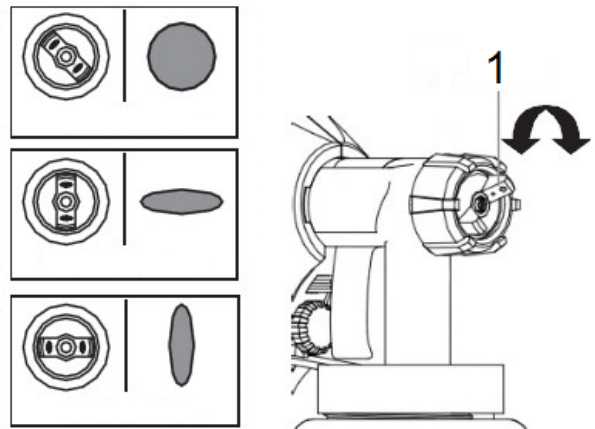

Рис.7
Регулировка факела распыления (Рис.7).
Для того чтобы выбрать нужную форму распыления, необходимо поворачивать крышку распылителя (1), как показано на Рис.7.